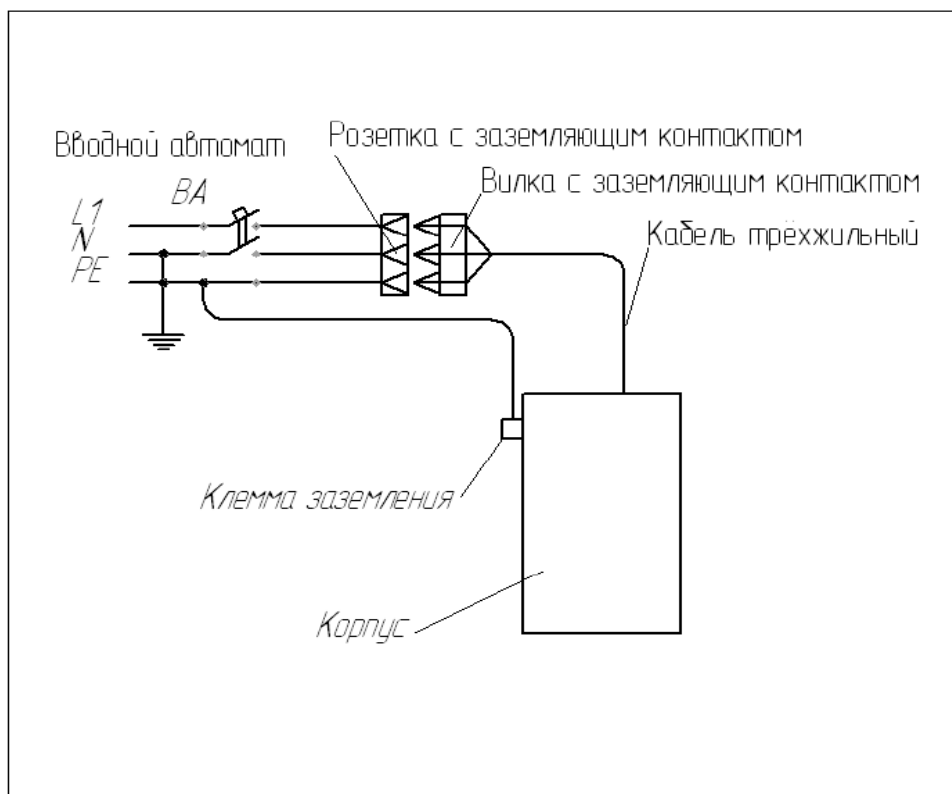
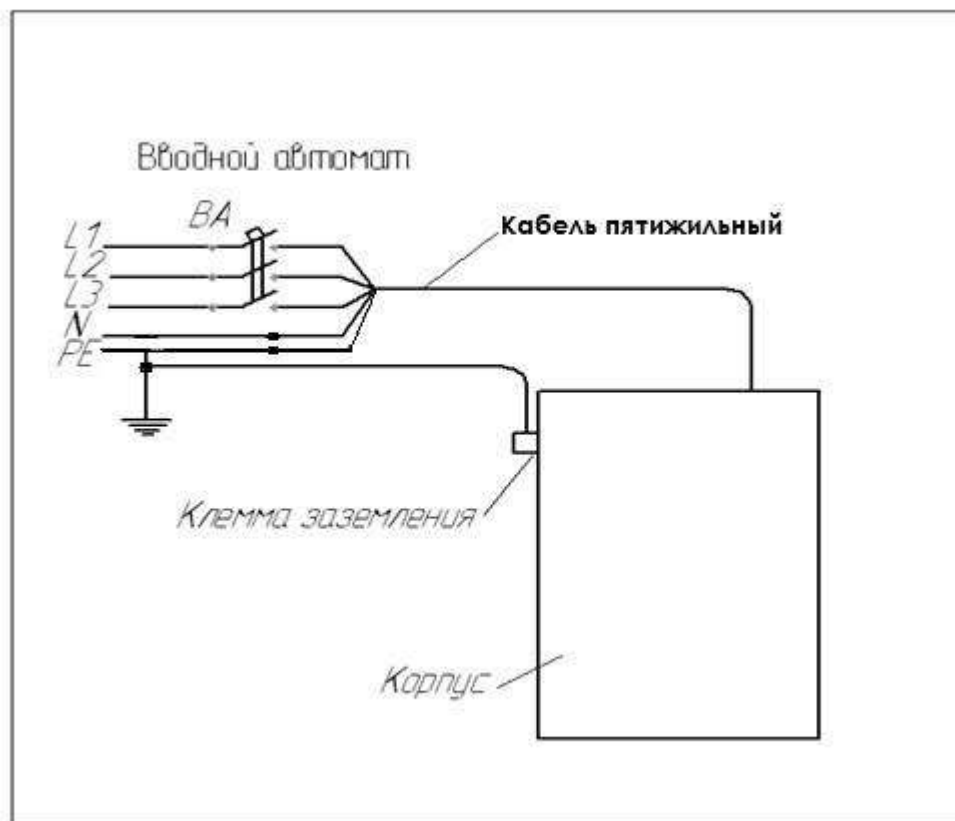

Рисунок 5. Схема подключения внешних цепей аквадистиллятора Liston A 1104 к питающей сети ~230 В.
Рисунок 6. Схема подключения внешних цепей аквадистиллятора Liston A 1110, Liston A 1125 к питающей сети ~380 В.
6.19. Перед подключением к сети убедитесь, что ее напряжение и мощность соответствуют параметрам, указанным на аквадистилляторе. Подключение аквадистиллятора к сети производится с помощью вводного автоматического выключателя питающей сети (Рисунок 5, Рисунок 6), устанавливаемого потребителем и предназначенного для защиты от перегрузок и коротких замыканий электрических цепей напряжением 380В переменного тока, оперативных включений и отключений указанных цепей.
6.20. Произвести подключение внешних электрических цепей к питающей сети в соответствии с Рисунок 5 или Рисунок 6. Подключить дополнительную клемму заземления аквадистиллятора к магистрали защитного заземления медным гибким проводом сечением не менее  $2,5 \text{ мм}^2$  для дистилляторов А1104 и А1110,  $4 \text{ мм}^2$  - для дистиллятора А1125.